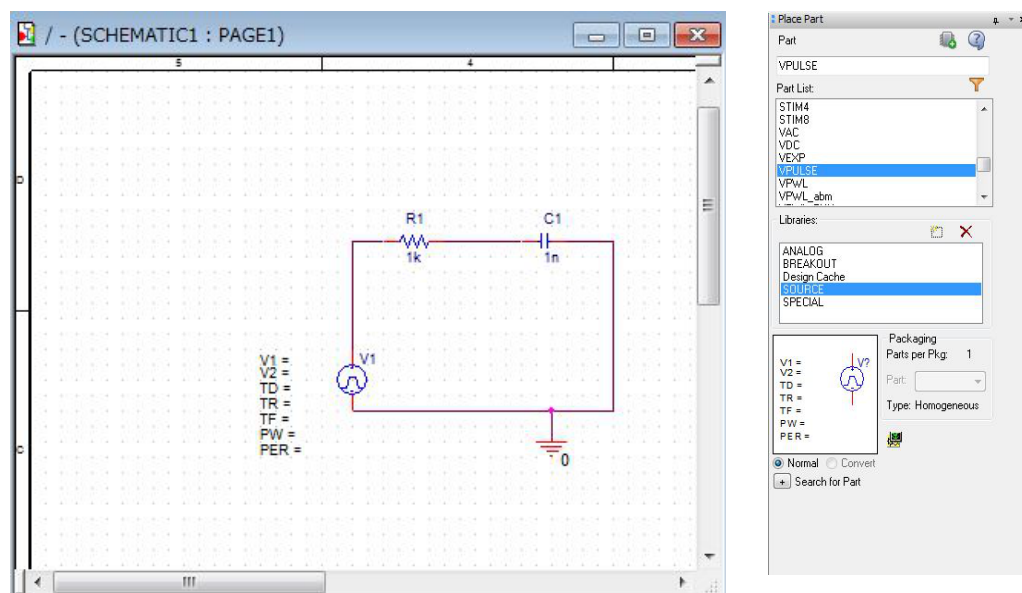

図 4 素子配置のためのダイアログ (右) と回路を作成した画面 (左)
- 画面上部の [Place] から [Part] を選ぶと図 4(右) のダイアログが現れる。
ここまで読んだら図 4 の回路を作ってみよう。これは課題 3-1 と同じもので、素子、電源の値も課題 3-1 のものを用いる。